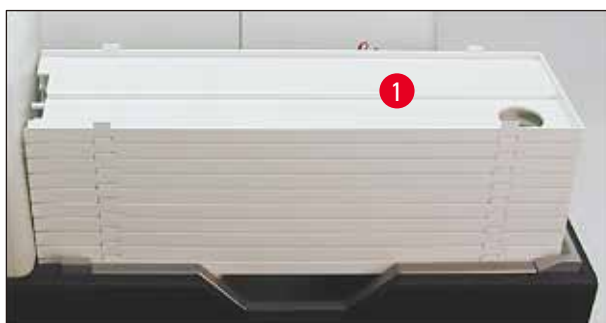

図 42
1. トレーのスタック（→ "図 42-1"）をアンロードステーションのリフトテーブルの上に配置します（→ "図 42"）。